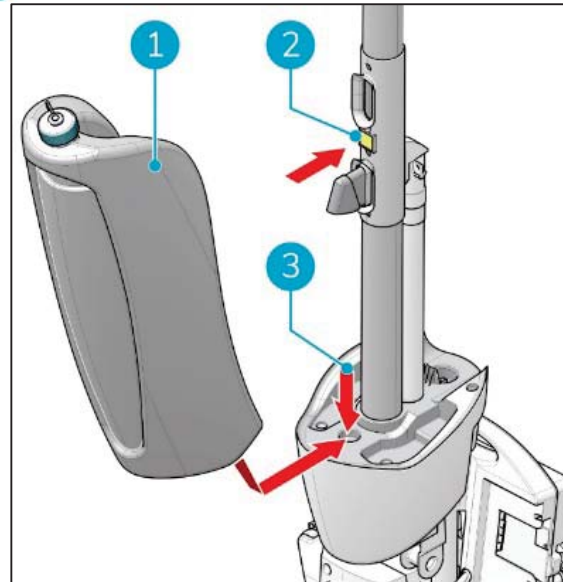

Figure 34
14. Placez le fond du réservoir de récupération (Figure 34, pos 1 et pos 3) sur le devant de l'i-mop® XXL Plus.
15. Poussez le haut du réservoir en place jusqu'à ce que vous entendiez un « clic », l'aimant (Figure 34, pos 2) verrouille le réservoir de récupération en place.